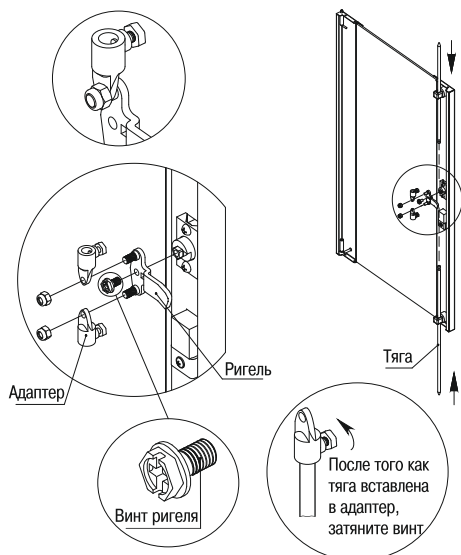

Рисунок 13
3.4.2 Закрепите ригель на замке с помощью болта. Наденьте адаптеры на стержни ригеля, закрепите гайками. Вставьте тяги в адаптеры, притяните болты на адаптерах (рисунок 13).